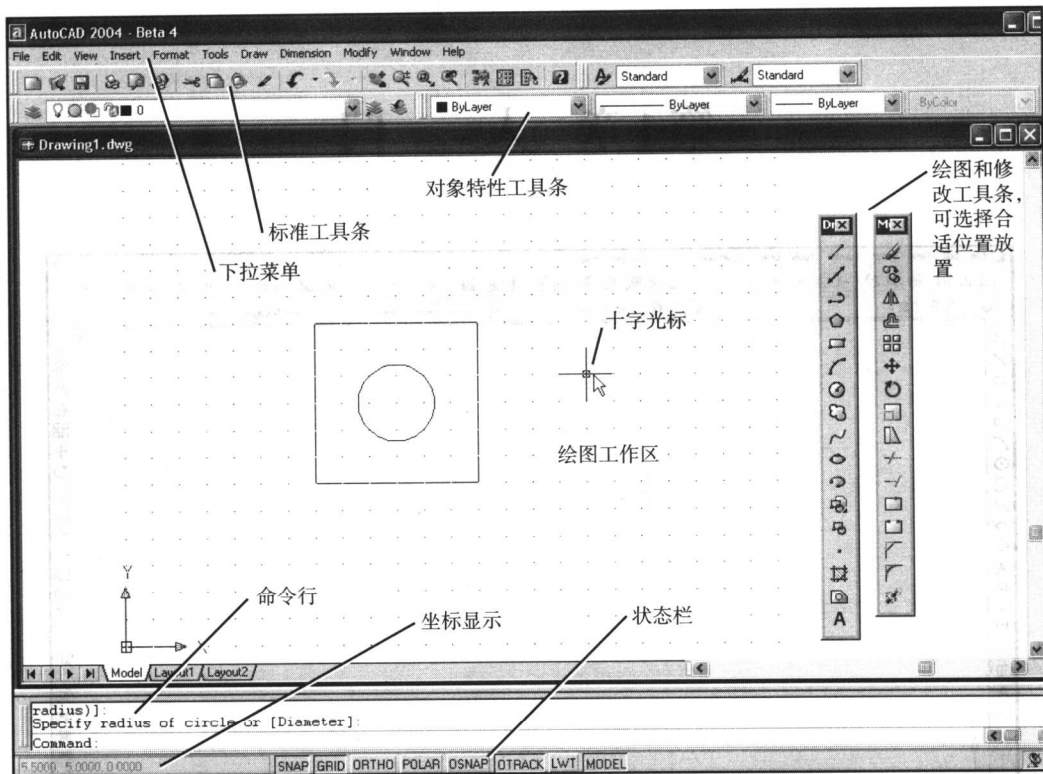
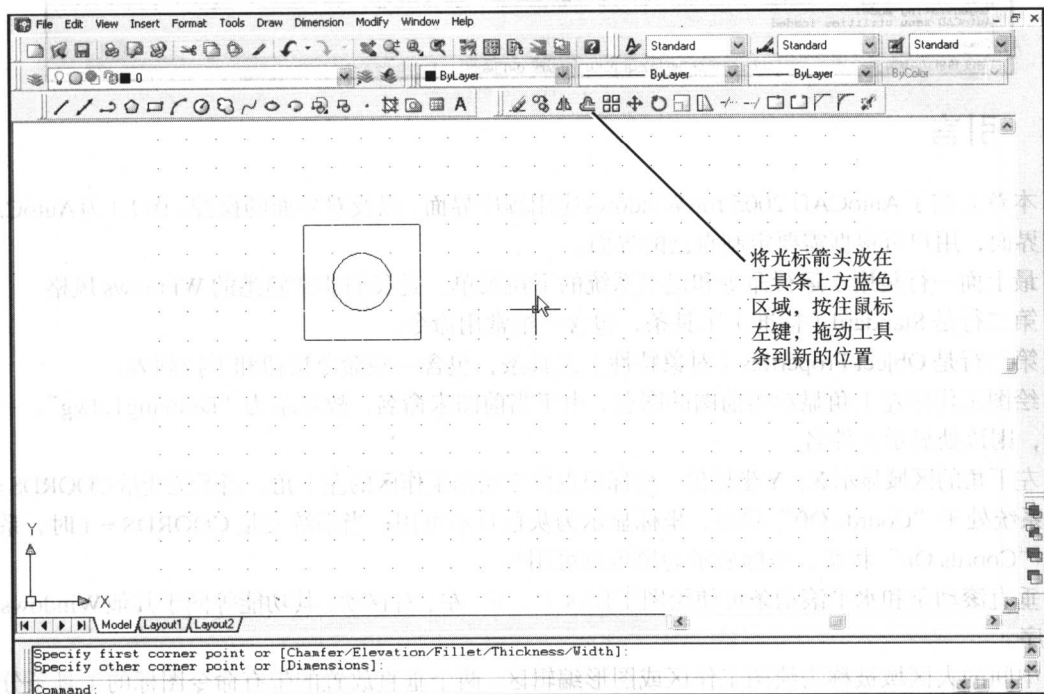
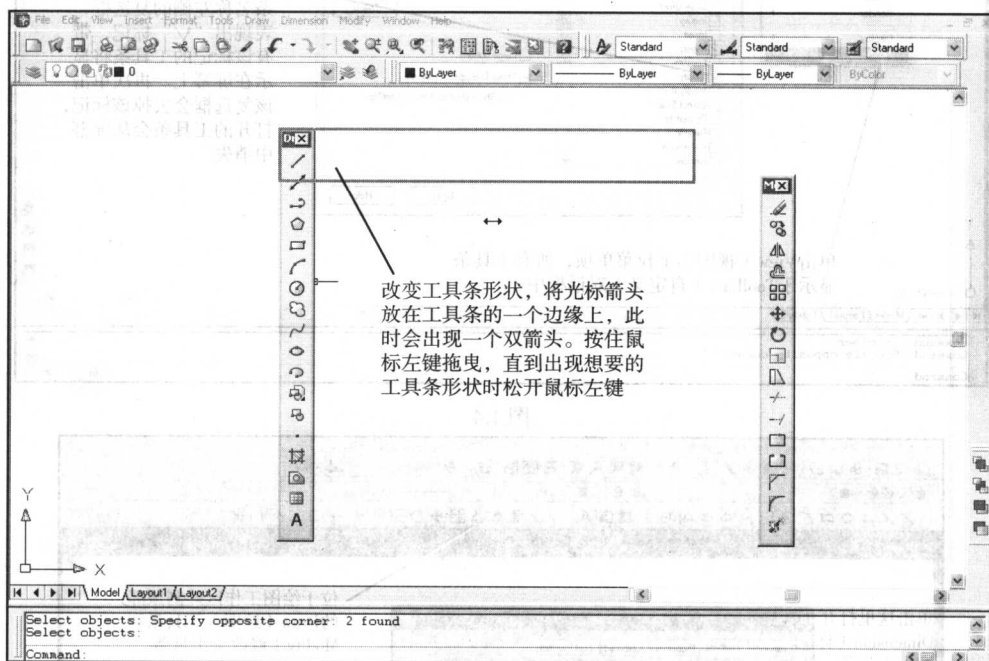

图 1.1
图 1.2
图 1.3
本章介绍了 AutoCAD 2005 for Windows 应用程序界面, 以及对界面的操控。图 1.1 为 AutoCAD 工作界面, 用户可根据需要定制自己的界面。
中间的大区域被称为绘图工作区或图形编辑区。两个垂直放置的带有命令图标工具条分别是 Draw (绘图) 工具和 Modify (修改) 工具, 如图 1.1 所示。可移动它们至图 1.2 所示的位置。
如图 1.2 所示。
如图 1.3 所示。
1. 将光标箭头放置在工具条底部边缘处，按图 1.3 的步骤向下拖曳直到工具条恢复为原来的形状。
Dimension (标注) 工具条显示于屏幕, 如图 1.5 所示。任何工具条均可如图 1.2 和图 1.3 所示般改变形状或移动位置。